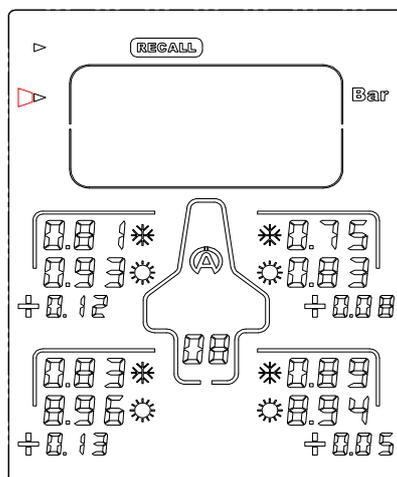

Figure 7
- 2) Avec le bouton  ou  , sélectionnez le « **CADRAN** » (figure 7)